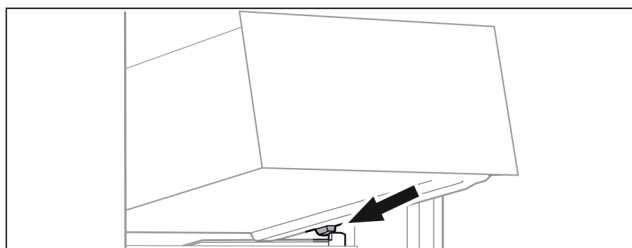

Fig. 91
- ▶ Helyezze a fiókot ferdén az ütközők mögé, a tartóbordára. (lásd Fig. 91)